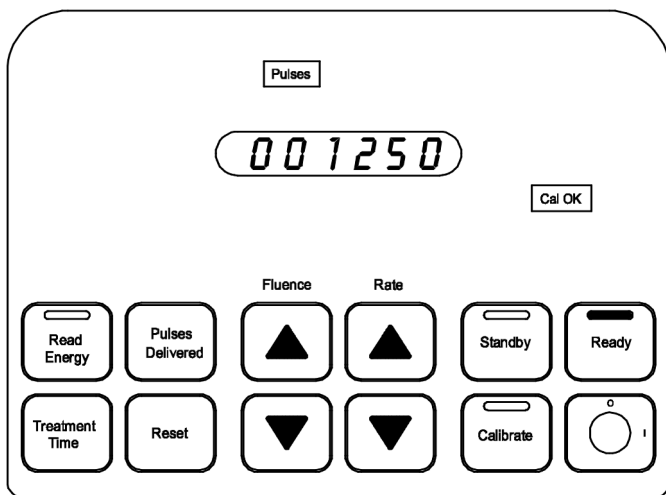

**Figur 10**
5. Ved tryk på fodkontakten tændes den røde lampe **Lasing** (Laserstråling) og den røde statuslampe oven på kontrolpanelet. (Figur 10)